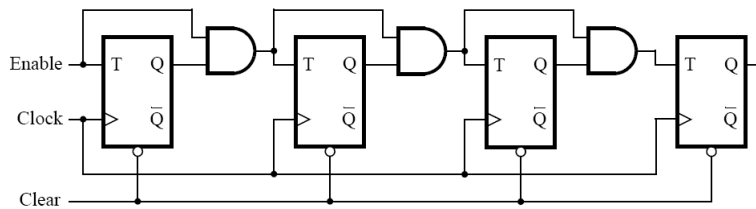

Figure 9: Compteur de 4 bits
4. À l'aide de la bascule précédente, réalisez le circuit de la figure 9 en le modifiant légèrement pour obtenir un compteur à 2 bits. Utilisez les interrupteurs SW0 et SW1 pour les entrées *Enable* et *Clear* et le bouton KEY0 pour l'entrée *Clock*.